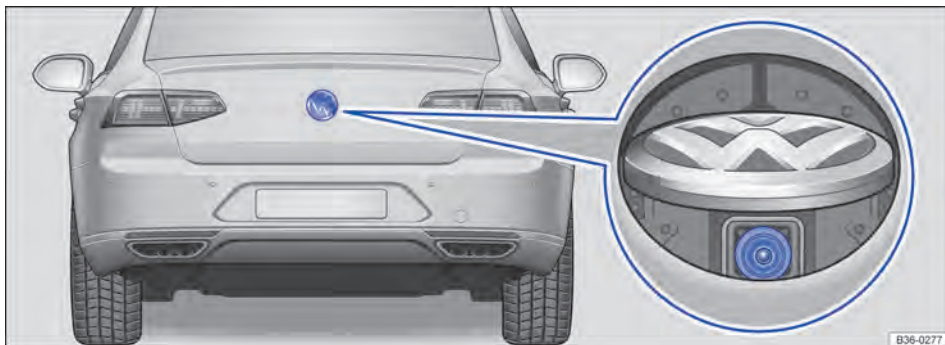

Fig. 202 Na traseira do veículo: local de instalação da câmera de marcha a ré.
- ✓ Deve ser possível ver uma imagem confiável e clara, por exemplo, lentes da câmera limpas → Fig. 202.
A câmera de marcha a ré → Fig. 202 (lupa) somente fornece imagens bidimensionais. As reentrâncias, bem como objetos salientes no solo ou peças salientes de outros veículos, são difíceis de serem reconhecidos ou não podem ser reconhecidos devido à ausência de profundidade no display.
Manter a lente da câmera → Fig. 202 (lupa) limpa, sem neve e sem gelo: